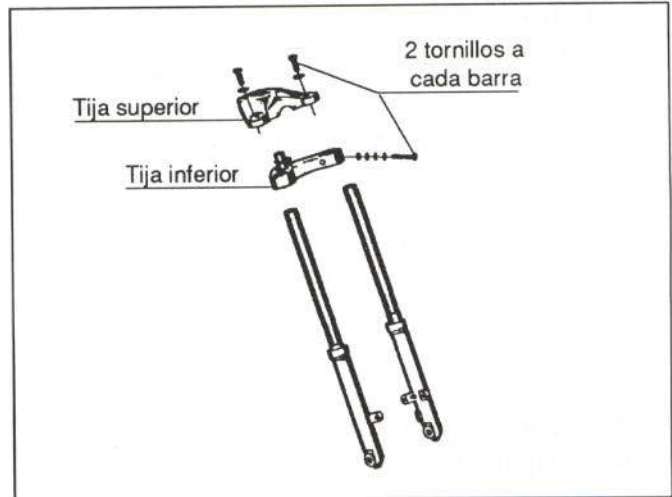

Figura 31.- Fijación del conjunto barras-botellas
- Conjunto barras-botellas (figura 31)
- Barras y botella (figura 31)